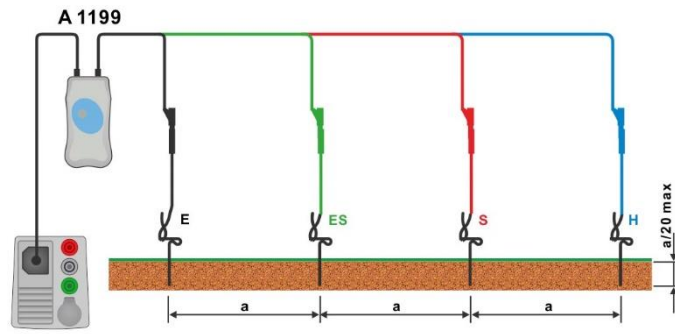

Abbildung 7.97: Messung des Spezifischen Erdwiderstands
- › Schließen Sie die Prüflleitungen am Prüfling an (siehe und **Abbildung 7.97**).